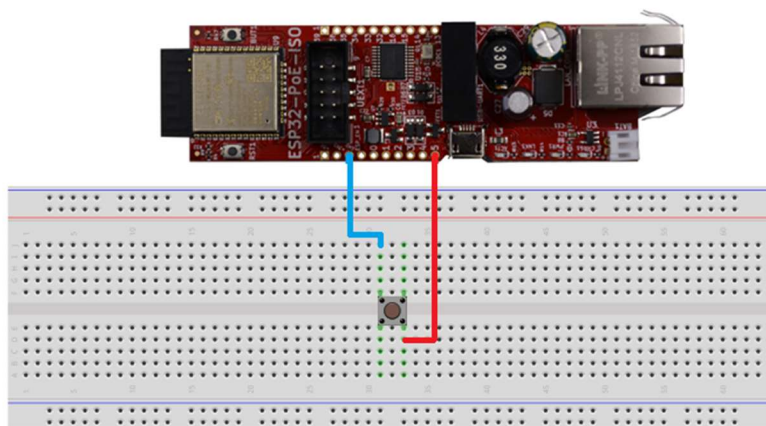

Figura 10 - Esquema de Ligação do Botão
8. Faça as ligações no seu *ESP* de acordo com a Figura 10 e com o pino que definiu anteriormente.